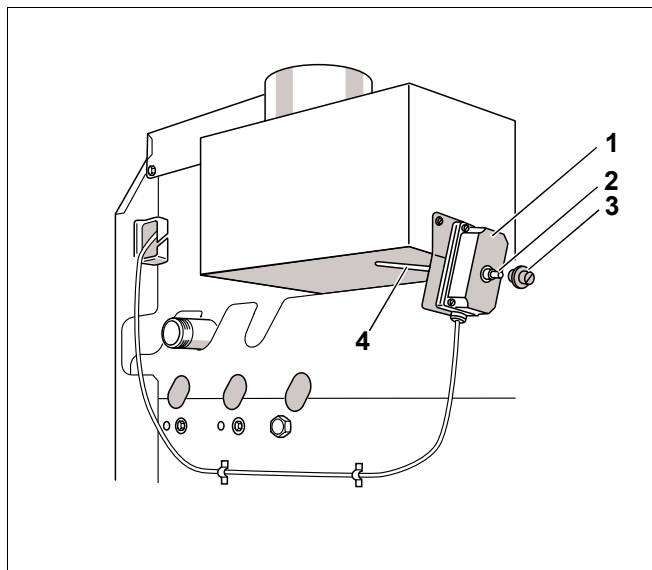

Рис. 35 Проверка системы контроля дымовых газов AW 10
- Снять систему контроля дымовых газов (рис. 35, поз. 1) с прерывателя тяги.
- При работающей горелке удерживать датчик температуры (рис. 35, поз. 4) в середине потока дымовых газов.
- Вновь установить систему контроля дымовых газов (рис. 35, поз. 1).
- Примерно через 2 минуты снять защитный колпачок (рис. 35, поз. 3) и нажать на разблокировочный штифт (рис. 35, поз. 2).